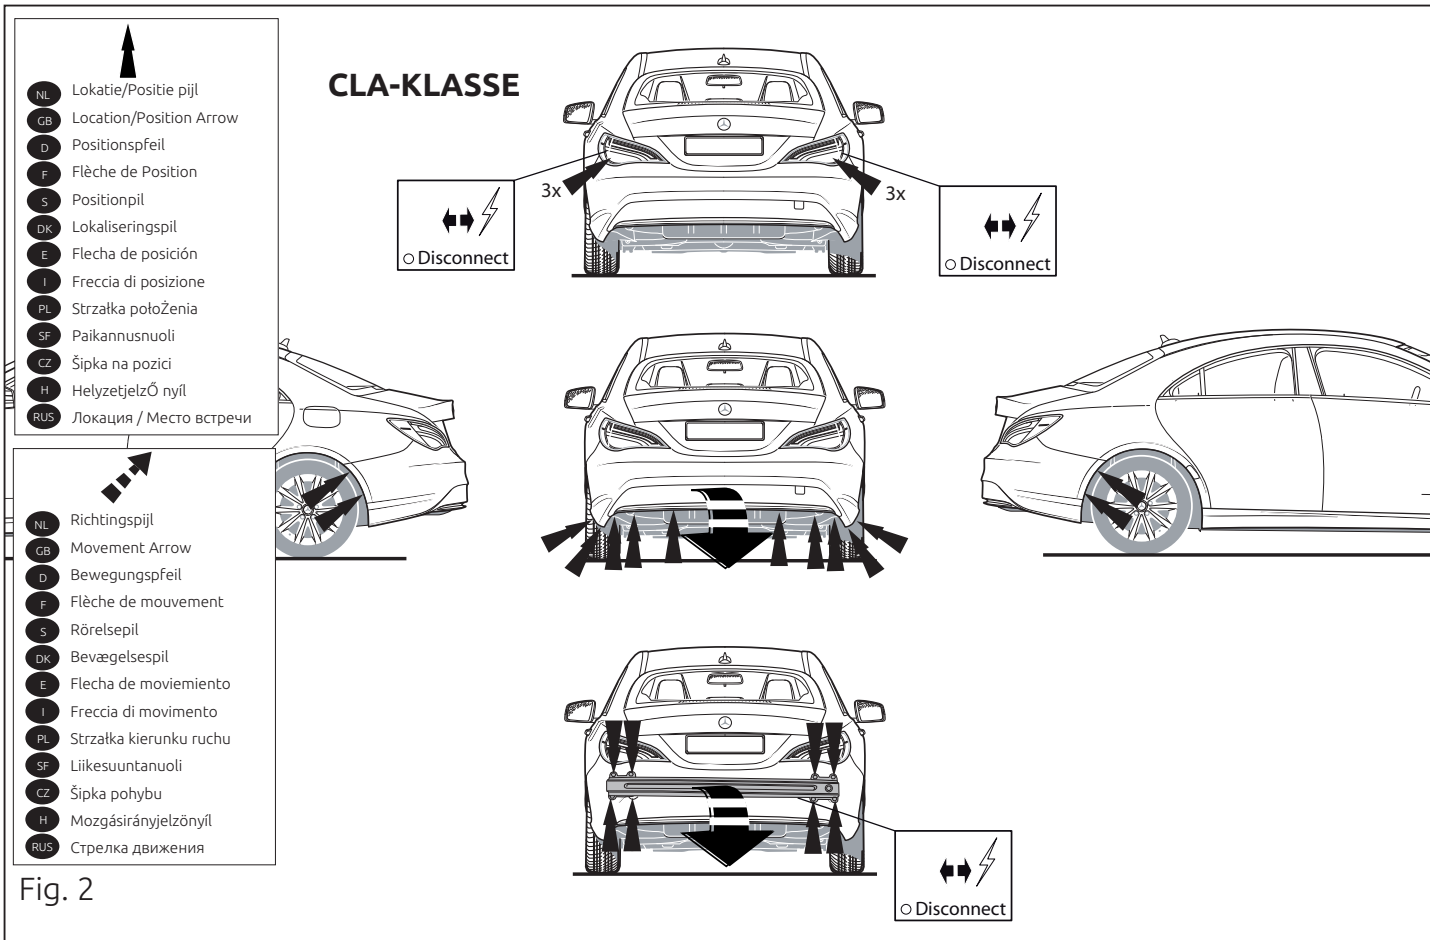

Fig. 2
1. Снять оба блока задних фар. Снять бампер (см. рис. 2).
3. Снять бампер вместе со стальным буферным брусом автомобиля; буферный брус больше не понадобится (см. рис. 2).